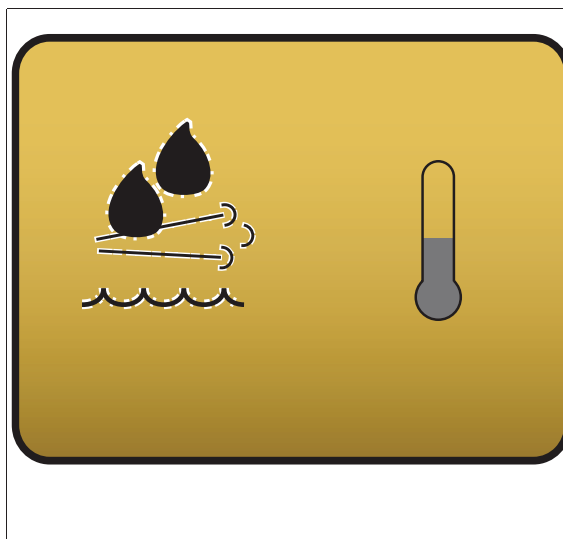

Fig. 7.
- En el panel de instrumentos, aparece un mensaje que muestra AdBlue™ o DEF, junto con el icono de termómetro *fig. 7*, y se activa una alarma acústica. Este mensaje vuelve a aparecer en intervalos regulares (aprox. cada siete minutos).
- Si no se completa el deshielo durante los 70 minutos posteriores al arranque del motor, se activa el modo degradado (1). El par motor se limita al 75% durante los 40 minutos de la activación del modo degradado (1).